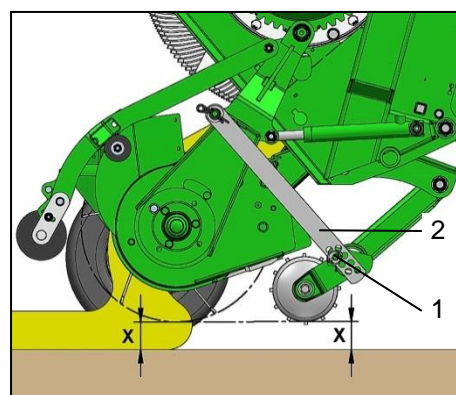

Bild 24: Tastrolle
- Entfernen Sie die Federvorstecker (Bild 24 / Pos.1) zum Sichern der Koppelstange (Bild 24 / Pos.2) auf beiden Seiten des Tastrollenrahmens.
- Lösen Sie auf einer Seite die Koppelstange (Bild 24 / Pos.2) vom Aufnahmebolzen.
- Halten Sie den Tastrollenrahmen hoch und lösen Sie die Koppelstange (Bild 24 / Pos.2) auf der anderen Seite vom Aufnahmebolzen.
- Verstellen Sie die Höhe der Tastrolle wie gewünscht und hängen Sie die Koppelstange (Bild 24 / Pos.2) in die jeweilige Bohrung an den Aufnahmebolzen ein.
- Hängen Sie die Koppelstange (Bild 24 / Pos.2) auf der anderen Seite in die jeweilige Bohrung an den Aufnahmebolzen ein.
- Sichern Sie die Koppelstange (Bild 24 / Pos.2) mit dem Federstecker (Bild 24 / Pos.1).